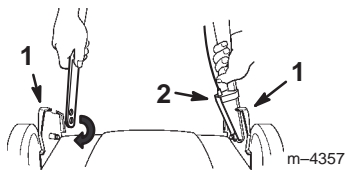

Abbildung 2
3. Das linke Ende der unteren Griffstange und die Kabelführung auf den Stift am linken Haltebügel stecken (Abb. 2).
4. Das rechte Ende der unteren Griffstange am Stift am rechten Haltebügel anbringen (Abb. 2).